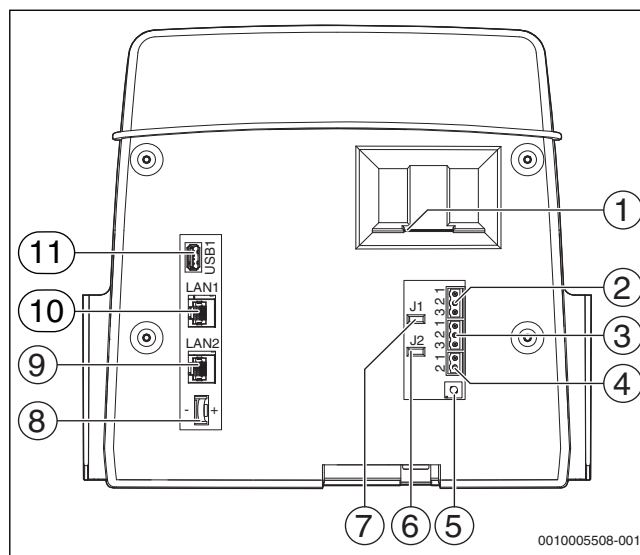

Рис. 4 Подключение пульта управления
Благодаря батарейке сохраняются дата и время на выключенной системе управления или при отсутствии сетевого напряжения (→ рис. 4, [8], стр. 10).
- На задней стороне пульта управления к клеммам EMS (→ рис. 4, [4], стр. 10) с
Для теплогенераторов (например, блок-ТЭС), подключенных через Modbus-RTU (→ рис. 4, [3], стр. 10):
Установка модуля FM-SI на EMS-теплогенератор не допускается, если теплогенератор подключен через клемму EMS (→ рис. 4, [4], стр. 10).